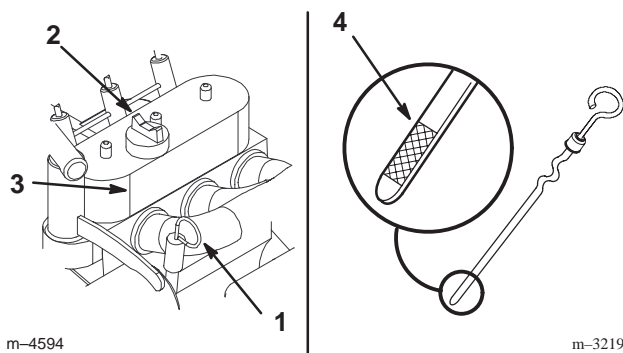

Bild 7
4. Reinigen Sie den Bereich um den Ölpeilstab (Bild 7).
5. Ziehen Sie den Peilstab heraus und wischen das Metallende ab (Bild 7).
6. Schrauben Sie den Ölpeilstab vollständig in das Peilstabrohr (Bild 7).
8. Machen Sie, wenn der Ölstand niedrig ist, rund um den Ölfülldeckel sauber und entfernen Sie den Deckel (Bild 7).